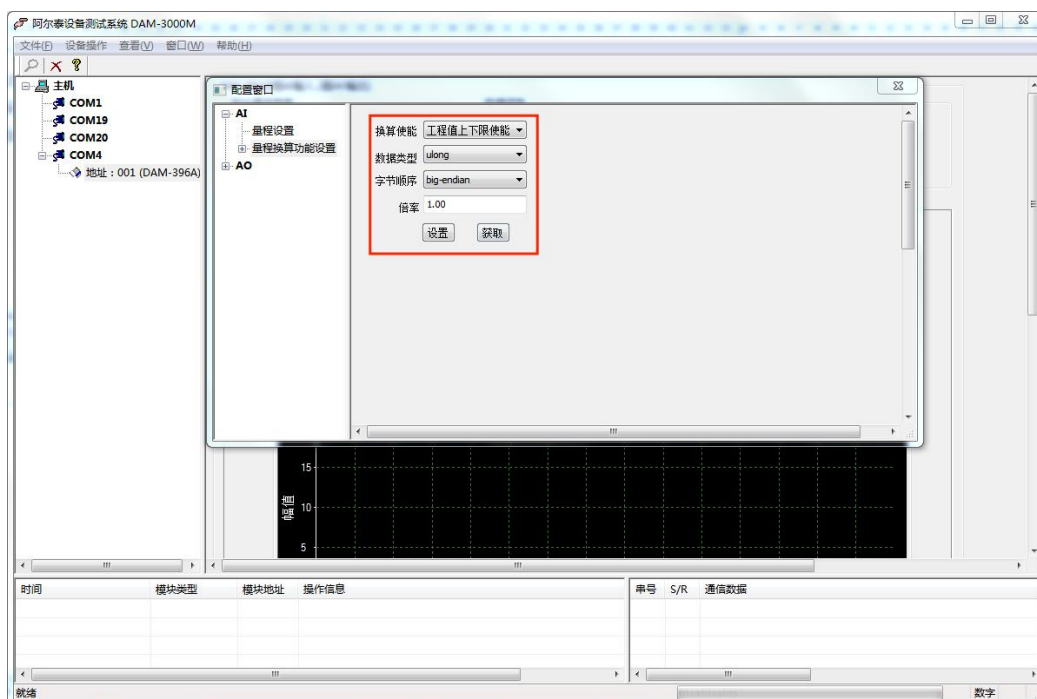
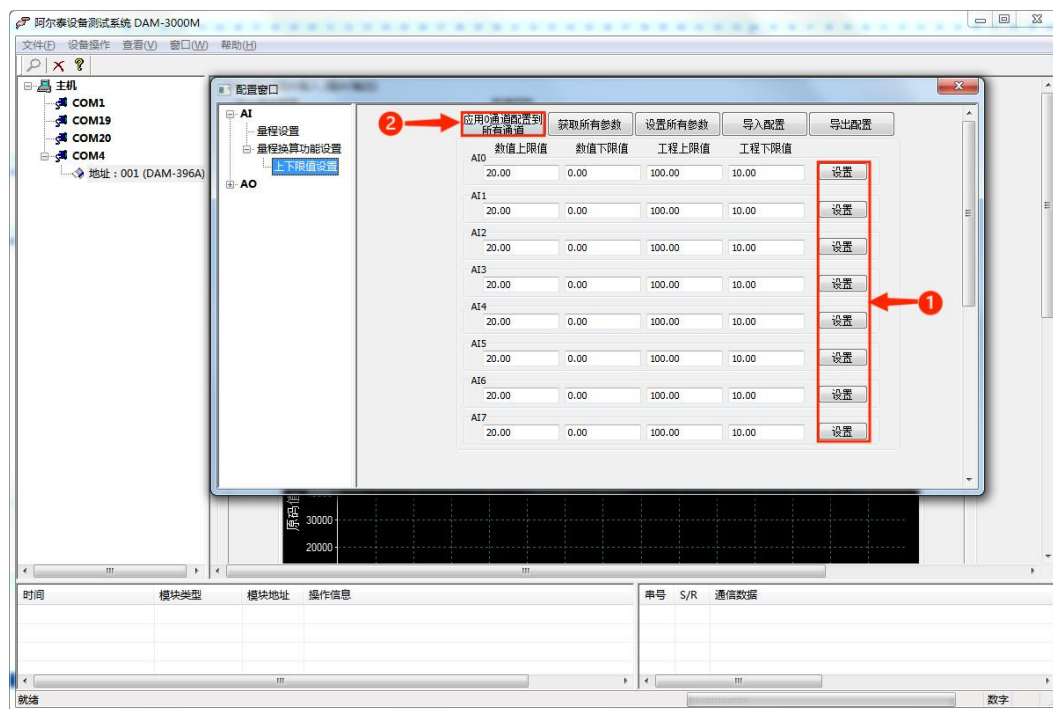
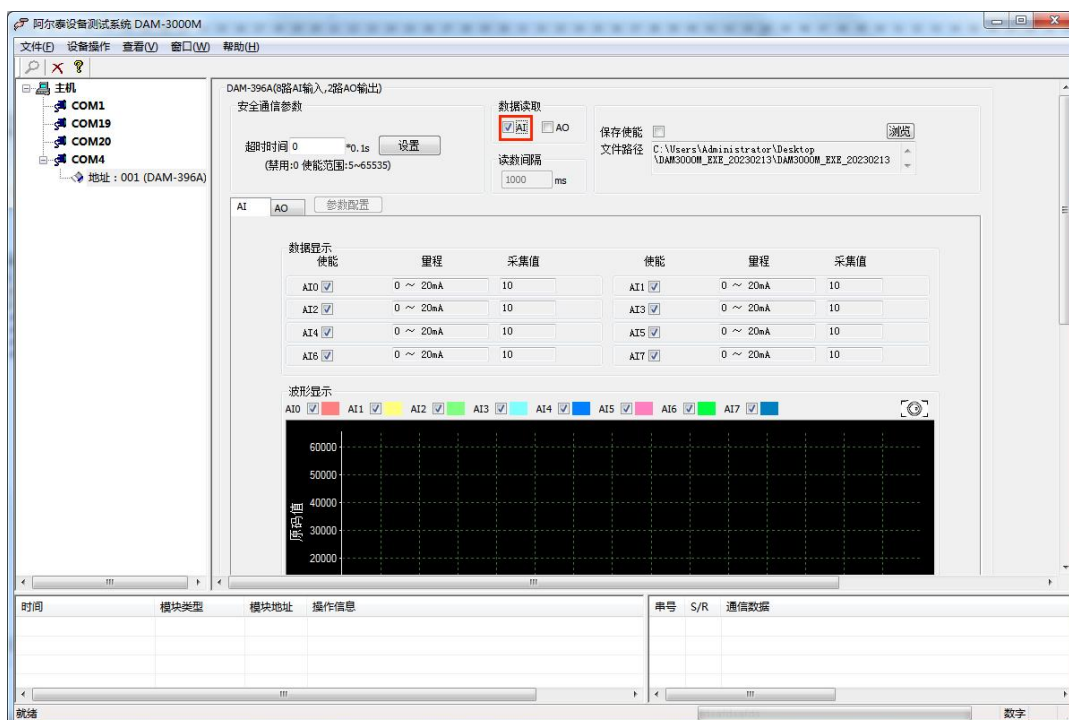

图 17
图 18
图 19
3) 点击“量程换算功能设置”，选择“工程值上下限使能”后可对换算参数进行设置，通讯参数如图 17，点击“上下限值设置”后如图 18，在对应通道输入上下限值数值后点击图 18-①可对当前通道值进行保存，点击图 18-②，可将 0 通道数值应用到所有通道，设置完成后返回主界面点击“AI”即可开始数据采集如图 19。